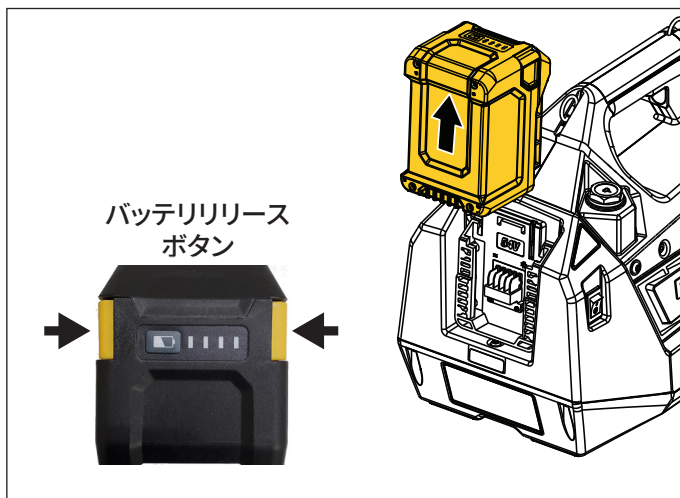

図8: バッテリー - 取り外し
- **バッテリーをポンプから取り外すには:** バッテリーの両側にあるリリースボタンを押したまま保持します。その後、バッテリーを上側にスライドさせて、ポンプから取り外します。図8を参照してください。